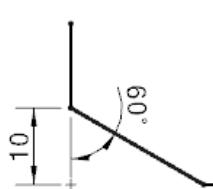

图 5.6.18 “偏置和角度”类型倒斜角
- 如果选择 **偏置和角度** 选项时，定义其距离和角度，其结果如图 5.6.18 所示。